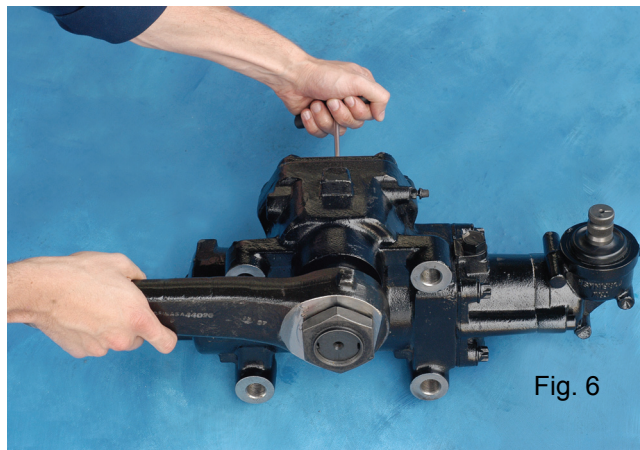

Fig. 6
Pour le réglage, tournez lentement la vis de réglage d'arbre dans le sens horaire jusqu'à ce qu'il n'y ait plus de jeu perceptible sur la bielle pendante. (le couple ne doit pas dépasser 14 Nm). De cette position sans jeu, tournez la vis dans le sens horaire de 1/8 à 1/4 de tour supplémentaire. Maintenez la vis de réglage en place et serrez le contre-écrou (45). Couple final : cf. Schéma de couple (Fig. 6).